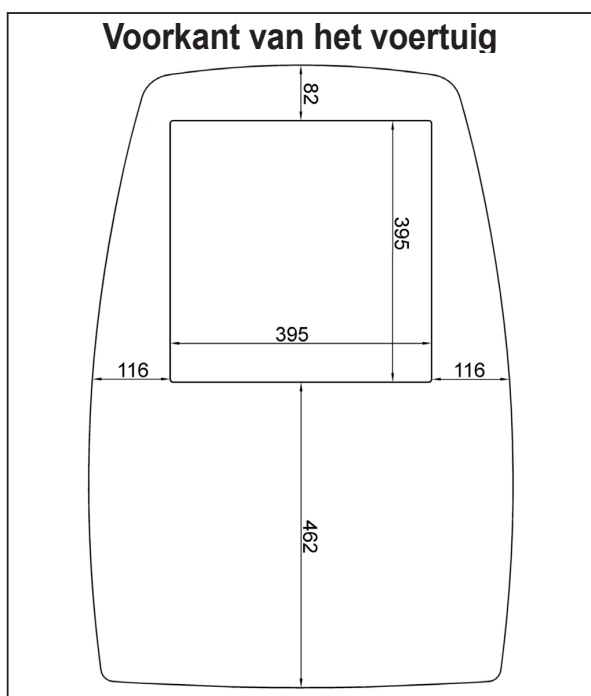
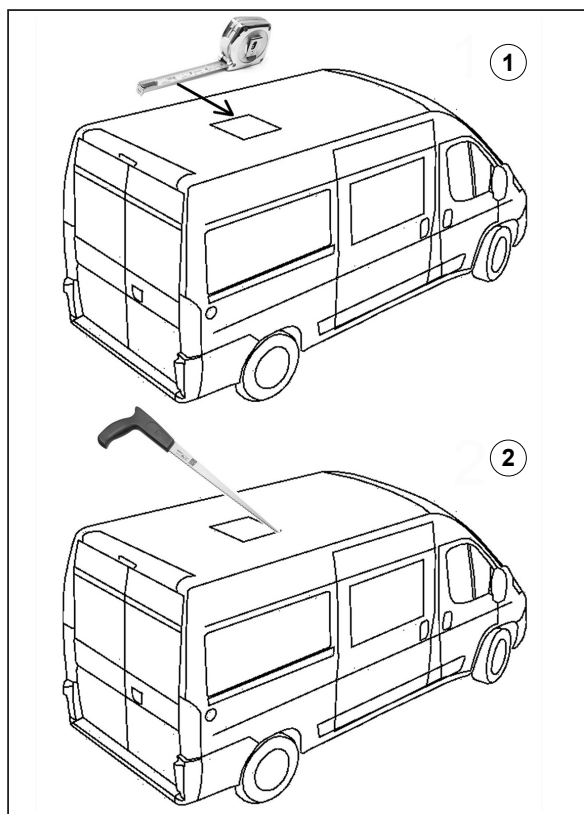

Fig. 3
Fig. 5
Dit is mogelijk mits de opening de volgende afmetingen heeft: 395 x 395 mm ("Fig. 3").
Kies een plaats in het midden van het dak tussen de beide langsliggers en teken met een stift de contouren af van een vierkant gat van 395 mm aan weerskanten ("Fig. 3") en ("Fig. 5" ref. 1).
De grootte van de opening van 395 x 395 mm die op de kartonnen vorm overgebracht is ("Fig. 3") geldt uitsluitend ter indicatie. Meet alvorens een opening in het dak te zagen eerst de werkelijke grootte van de opening met een meter op.
Zaag de opening voorzichtig met een handzaag in het dak en pas op dat u eventuele elektrische kabels niet doorzaagt ("Fig. 5" ref. 2).